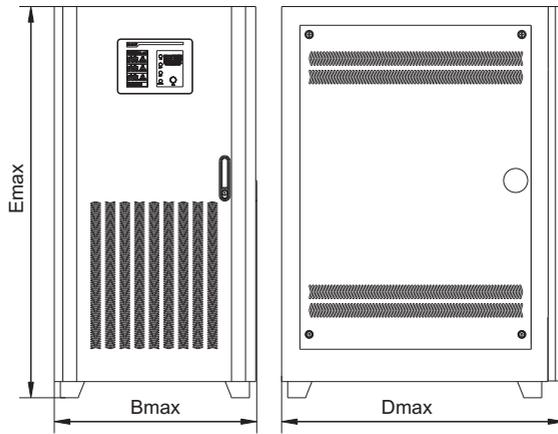

图1 产品外形
5.4 稳压器的工作原理图见附录1电气原理图1。
6.1 产品外形见图1